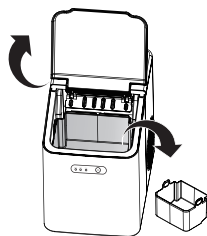

Рис. 1
- Откройте крышку (6) и выньте корзину для льда (13) (рис. 1). Промойте корзину для льда (13) и совок для льда (14) тёплой водой с нейтральным моющим средством, ополосните и просушите.